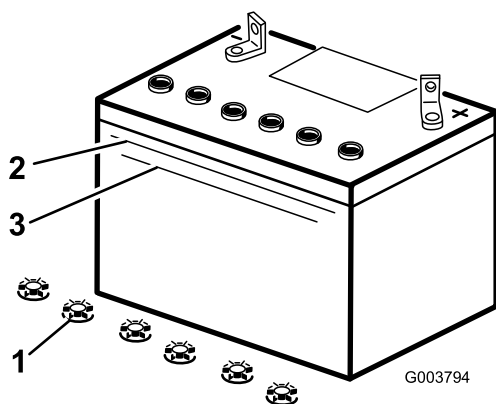

Figura 38
2. Osservate il fianco della batteria. L'elettrolito deve raggiungere la linea superiore (Figura 38). Non lasciate scendere l'elettrolito sotto la linea inferiore (Figura 38).
- Togliete i tappi di rifornimento dalla batteria (Figura 38).
- Aggiungete lentamente acqua distillata in ogni elemento della batteria finché l'elettrolito non raggiunge la linea superiore (Figura 38) sulla scatola della batteria.
- Attendete cinque o dieci minuti dopo avere riempito gli elementi della batteria. All'occorrenza, aggiungete acqua distillata finché l'elettrolito non raggiunge la linea superiore (Figura 38) sulla scatola della batteria.